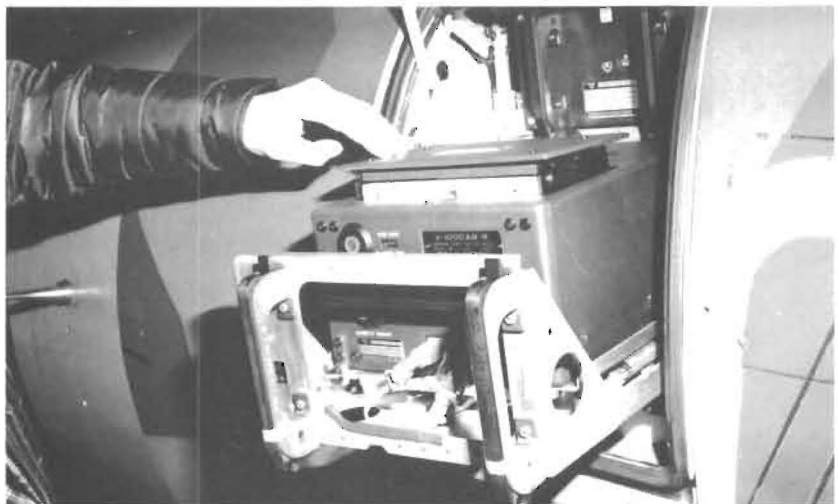

Bild 7c.
- 4 Tryck försiktigt men bestämt Kassettfacket låses i driftläge. ned kassettfacket (bild 7c).